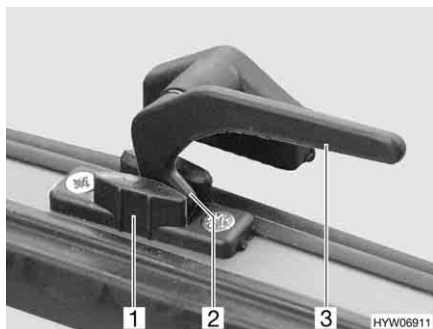

Fig. 34 Leva di serraggio in posizione "Aerazione continua"
- In posizione di "Aerazione continua" (Fig. 34)
- Ruotare tutte le leve di serraggio (Fig. 34,3) di un quarto di giro verso il centro della finestra.
- Girare nuovamente all'indietro tutte le leve di serraggio. Riportare contemporaneamente il nasello di chiusura (Fig. 34,2) nella rientranza della chiusura della finestra (Fig. 34,1).